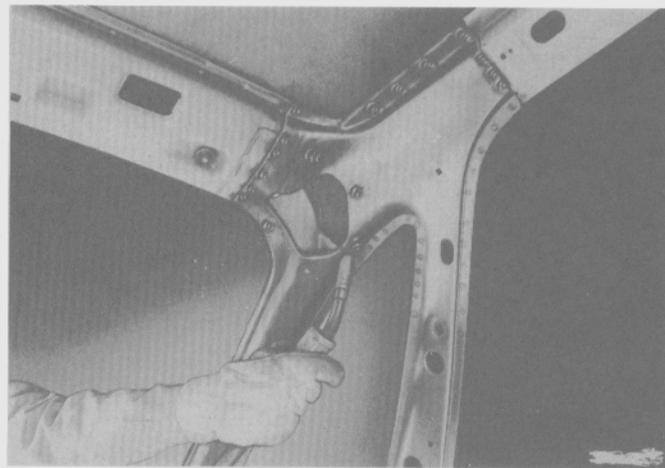

Fig. 248
- Desde el habitáculo, soldar por pudelado el panel, al panel intermedio del techo y la placa original de refuerzo (Fig. 248).